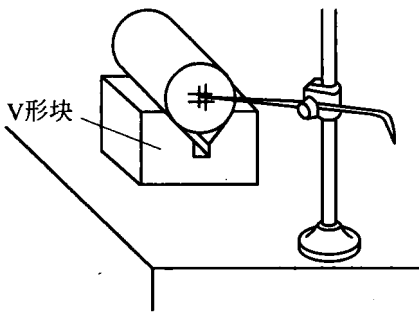

图8 用V形块支承工件
(4)V形块。V形块用于支承圆形工件,使其轴线与平板平行(见图8)。